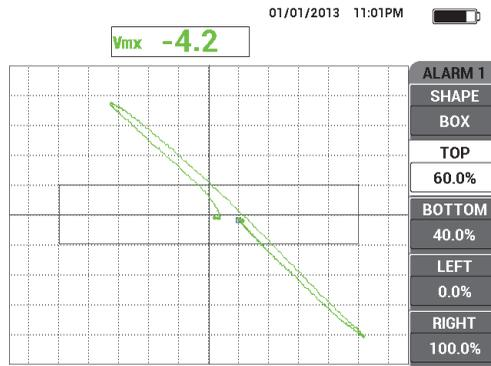

Рис. 5-60 Параметры сигнализации
1. В зависимости от требований контроля, задайте параметры сигнализации, звуковой сигнализатор или внешний звуковой сигнализатор. Подробнее о сигнализации см. в «Меню сигнализации» на стр. 312. Параметры сигнализации, представленные на Рис. 5-60 на стр. 182, могут быть использованы в качестве **ОТРИЦ.** сигнализации.